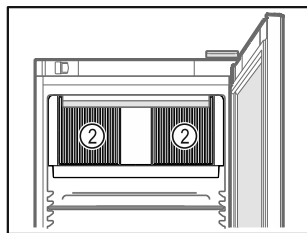

Fig. 75
- ❑ Тримати відкритою вентиляційну щілину Fig. 75 (2) вентилятора циркуляційного повітря у внутрішній камері.